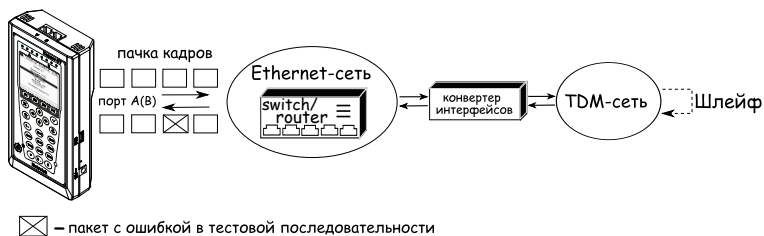

Рис. 7.80. Тестирование на канальном/сетевом уровне (вариант 1)
- На **канальном уровне** к данным добавляется Ethernet-заголовок, что позволяет передать тестовые пакеты через сеть, которая содержит устройства, работающие на втором уровне модели OSI (например, сетевой коммутатор (switch)). Способы подключения прибора к тестируемой сети показаны на рис. 7.80, 7.81, 7.82.
- На **сетевом уровне** данные помещаются в IP-пакет, а затем — в Ethernet-кадр. Это позволяет передать тестовые пакеты через сеть, которая содержит устройства, работающие на канальном и сетевом уровнях (например, сетевой коммутатор, маршрутизатор (router)). Способы подключения прибора к тестируемой сети показаны на рис. 7.80, 7.81, 7.82.
- На **транспортном уровне** формируется Ethernet-кадр, содержащий IP- и UDP-заголовок, что позволяет передать тестовую последовательность с использованием транспортных протоколов. Способы подключения прибора к тестируемой сети показаны на рис. 7.80, 7.81, 7.82.